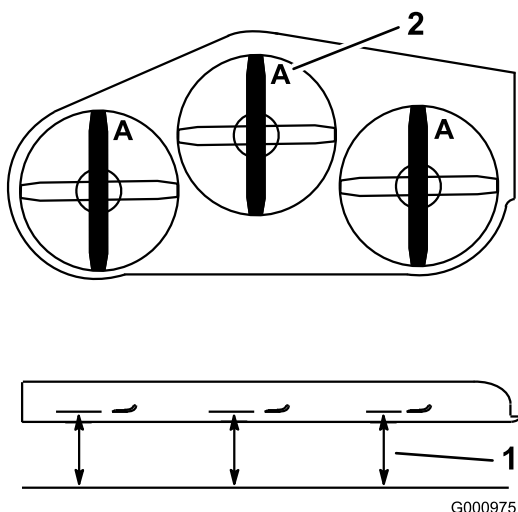

Figure 75
4. Mesurez la distance entre la surface plane et le tranchant (position **A**) des lames (Figure 75).